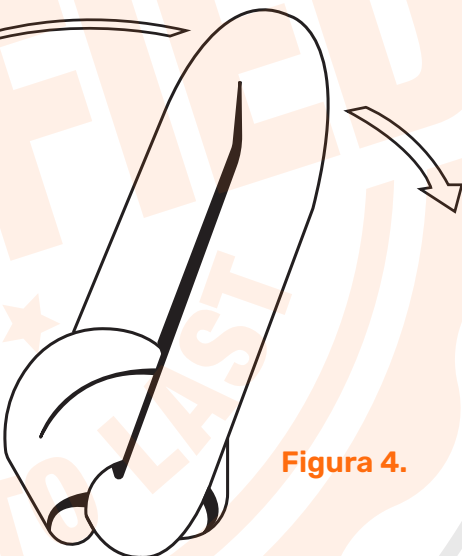

Figura 4.
- Siempre asegúrese de que el cuerpo se mueva libremente. El cuerpo debe oscilar 180 grados (Figura 4).
- Nunca aplique una carga que no esté alineada con la dirección de la oscilación (Figura 4).